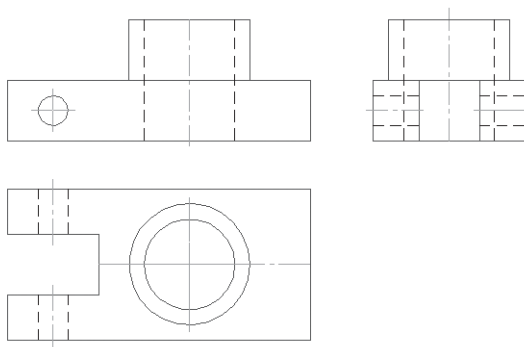

Рис. 302. Чертеж. Направляющая
- строка **Меню – Редактор – Удалить – Вспомогательные кривые и точки** (рис. 302);